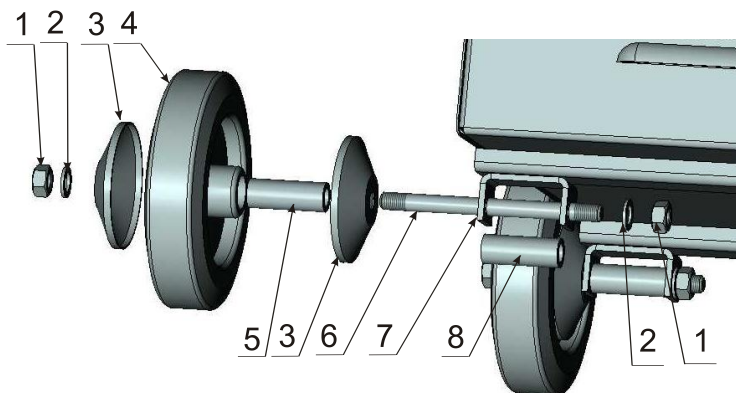

Рис.2
6.3.2. Установите выпрямитель на транспортировочные колеса как указано на Рис.2.